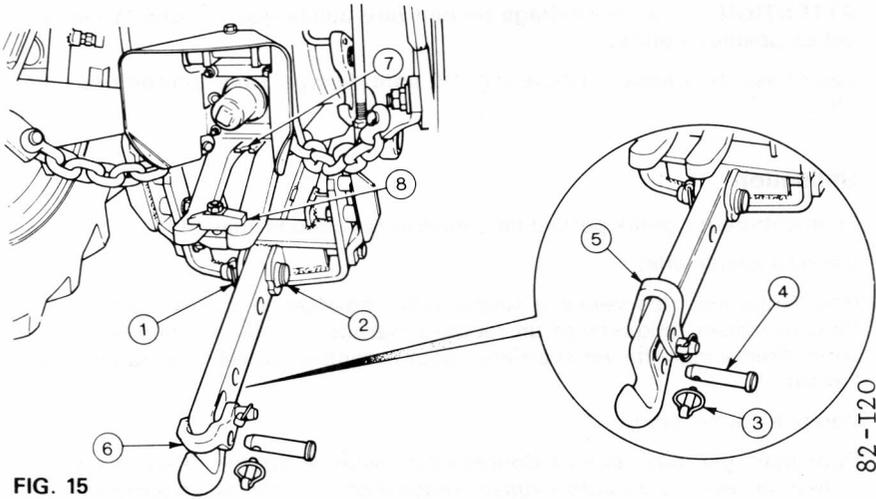

FIG. 15
- 1 – déposer la goupille 1 fig. 15 et retirer l'axe 2
- 1 – retirer la goupille 3 fig. 15
- 1 – déposer le boulon et retirer le verrou de sa position de stockage 7 fig. 15